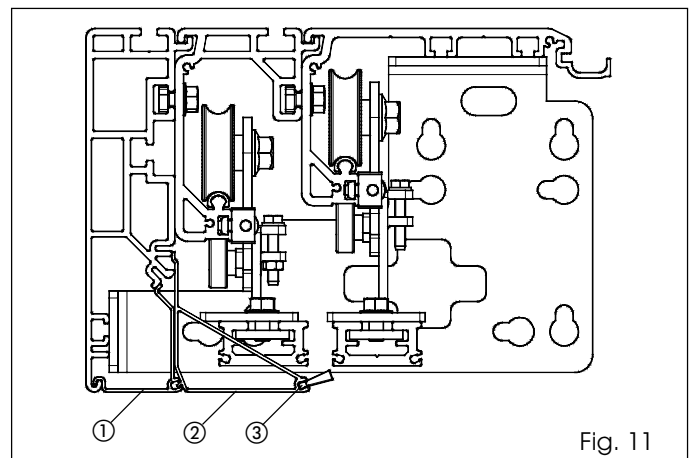

Fig. 11
•Si se utiliza un perfil de cierre para automatización telescópica, ensámblalo como se indica en la fig. 11 ref. ②.
**ATENCIÓN :** Introduzca el cepillo (accesorio fig. 11 ref. ③) en el perfil de cierre de la automatización telescópica antes del montaje.